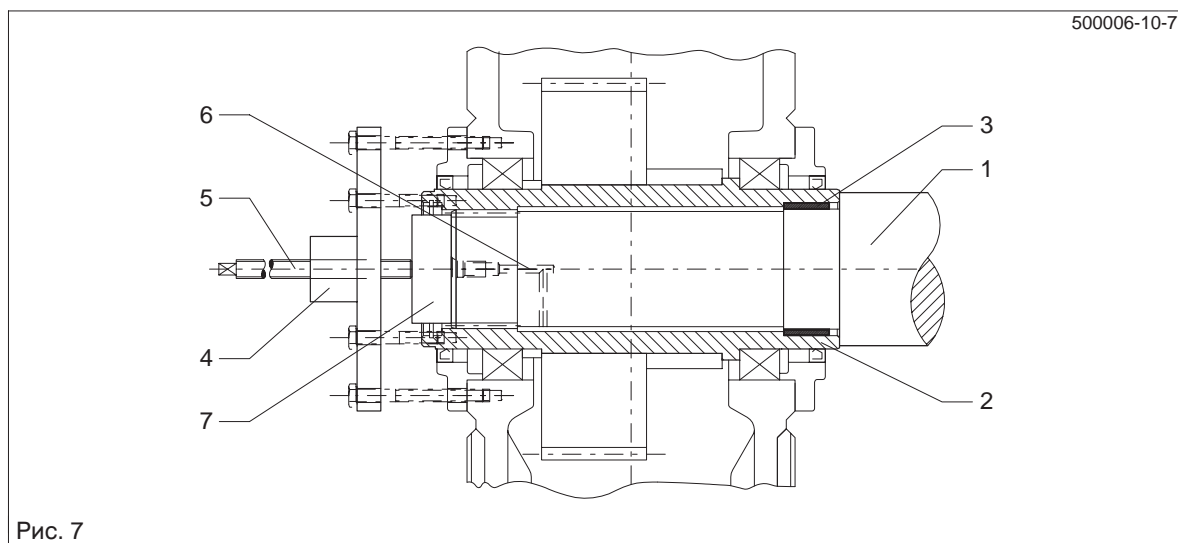
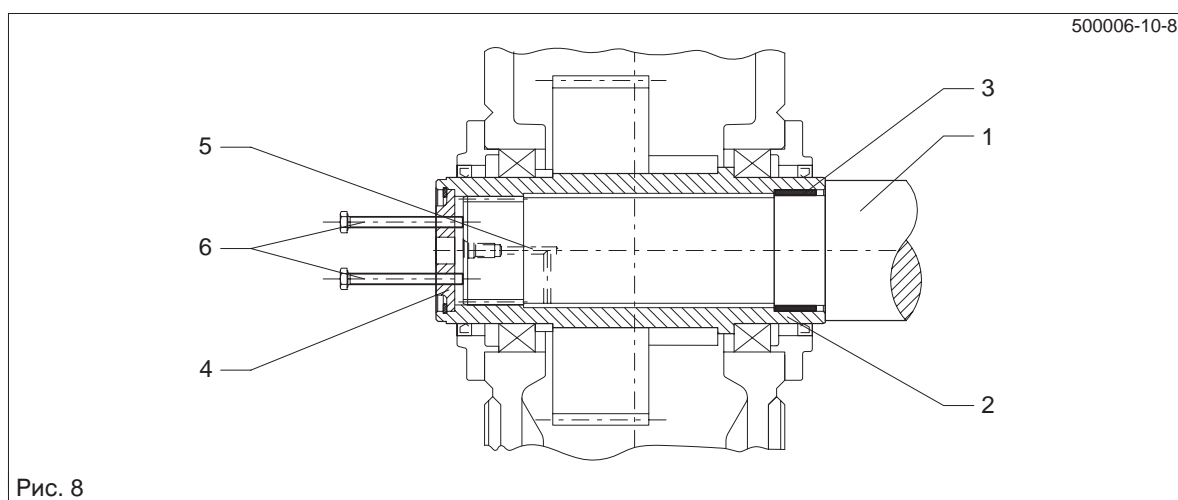

Рис. 7
Рис. 8
- При образовании ржавчины на посадочных плоскостях для облегчения снятия передачи насосом закачать под давлением растворитель ржавчины в пустое пространство сверленного отверстия, чтобы он попал на посадочное место. Подача растворителя ржавчины осуществляется через сверленные отверстия в машинном валу (см. рис. 7) или в концевом диске (см. рис. 8).
- Отжатие передачи от машинного вала может быть выполнено по возможности на месте при помощи отжимного винта на концевом диске (см. рис. 8), центральным ходовым винтом или, предпочтительнее всего, гидравлическим агрегатом Лукаса.
- После достаточного действия растворителя снять передачу при помощи устройства согласно рис. 7 или рис. 8.
Если при этом, как показано на рис. 7, опора не только на полый вал, но и имеется дополнительное объединение с кожухом, силы отжима не должны превышать значений, приведенных в приведенной ниже таблице.